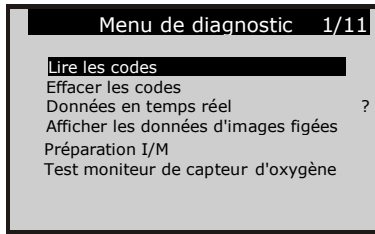

Figure 5.4
- 9) Affichez un résumé de l'état du système (état du MIL, nombre de DTC, état du Moniteur) à l'écran. (Figure 5.2) Attendez quelques secondes ou appuyez sur n'importe quelle touche pour afficher le **Menu de Diagnostic** (Figure 5.4).
- 1) Du **Menu de diagnostic** utilisez le bouton de défilement **HAUT/BAS** pour sélectionner **Effacer les codes** et appuyez sur le bouton **OK**. (Figure 5.4)
- 1) Pour afficher les données en temps réel, utilisez le bouton de défilement **HAUT/BAS** pour sélectionner **Données en temps réel** du **Menu de Diagnostic** et appuyez sur le bouton **Y**.(Figure 5.4)